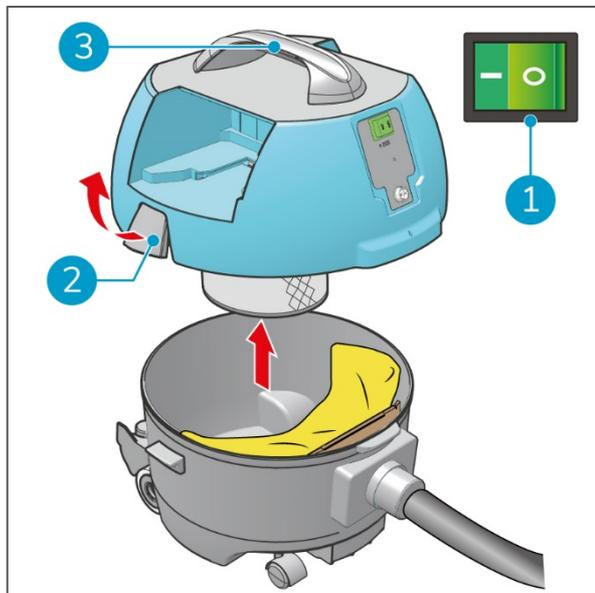

Abbildung 23
1. Schalten Sie den i-vac® 9B mit dem ON/OFF-Schalter aus (Figure 23, Pos. 1).
3. Öffnen Sie die Riegel (Figure 23, Pos. 2).
4. Heben Sie den Deckel am Griff ab (Figure 23, Pos. 3).